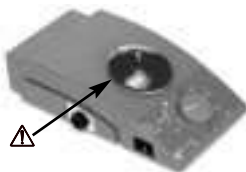

Fig. 1: faresteder
- Der må ikke røres ved bevægelige dele (fare for personskader p.g.a. klemning, stød eller snitsår, se fig. 1: farested).